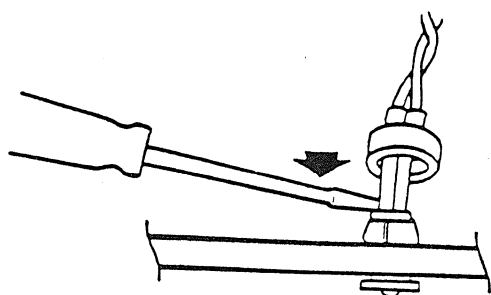

FIGURE 7
- a. En glissant remettre la LED dans son support et la faire rentrer en pressant avec un tournevis (figure 7).